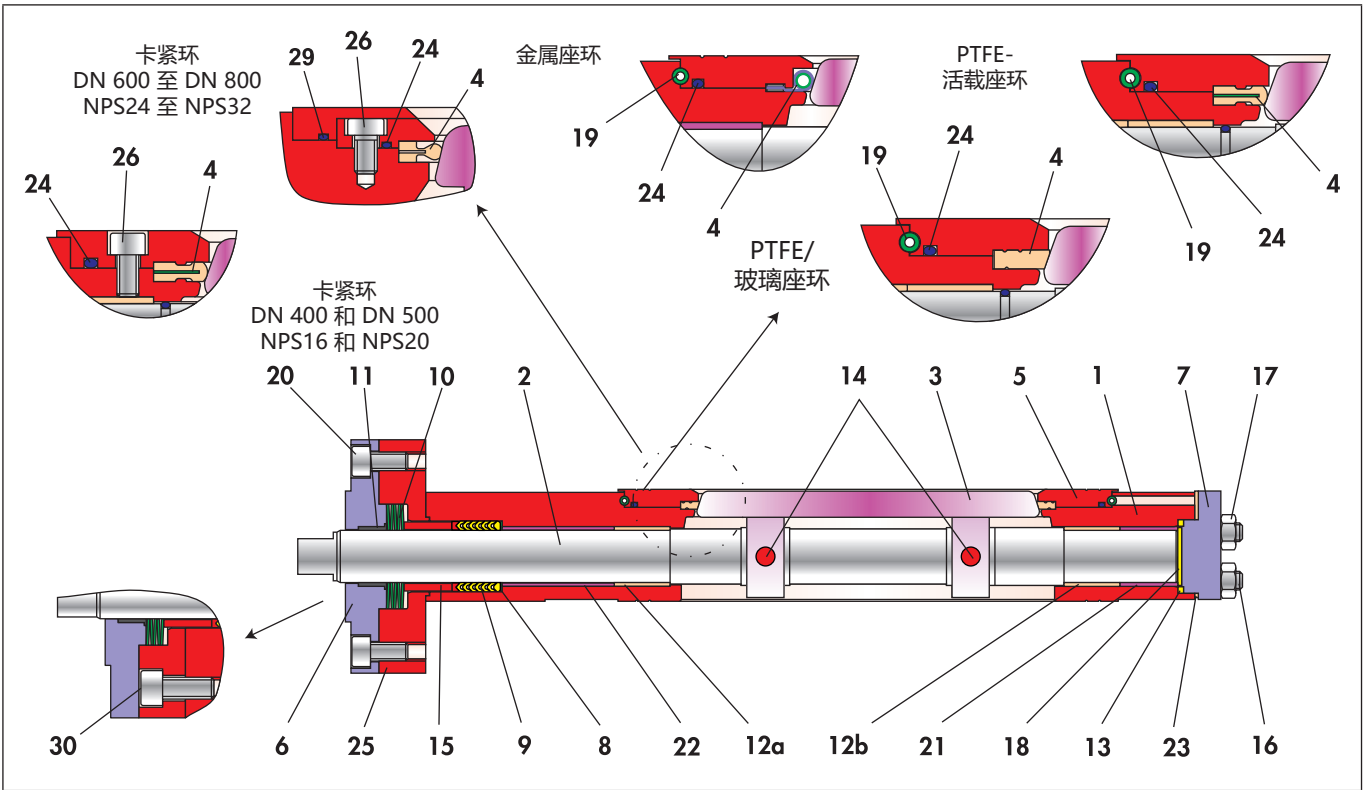

图 3-4: 带有弹簧垫圈预载 V 形环填料的 BR 14c 蝶阀的剖面图
- ⇒ 将预组装护盖插入阀体 (1) 中的轴承孔并用双头螺栓进行调整。
- ⇒ 用螺母 (17) 以交叉方式匀力拧紧护盖 (7)
- ⇒ 推动阀盘 (8) 经过空闲轴端上方, 在阀体中将其推进到位。
- ⇒ 推动 PTFE V 形环填料 (9) 经过控制轴上方进入阀体孔径, 且用组装套筒将其压入。请参阅剖面图 3-4, 了解 V 形环填料的排布。
- ⇒ 将中间法兰 (25) 放在阀体上并螺钉 (30) 进行调整。
- ⇒ 以交叉方式匀力拧紧螺钉 (30)。
- ⇒ 推动止推环 (15) 经过控制轴, 并在阀体中将其压入到位。
- ⇒ 插入盘簧组 (10)。请参阅剖面图 3-4, 了解盘簧的排布。
- ⇒ 将轴承套 (11) 压入填料箱法兰 (6)。
- ⇒ 将预组装填料箱法兰顺畅地装配在中间法兰上方, 并用螺钉 (20) 进行调整。
- ⇒ 以交叉方式匀力拧紧螺钉 (20)。